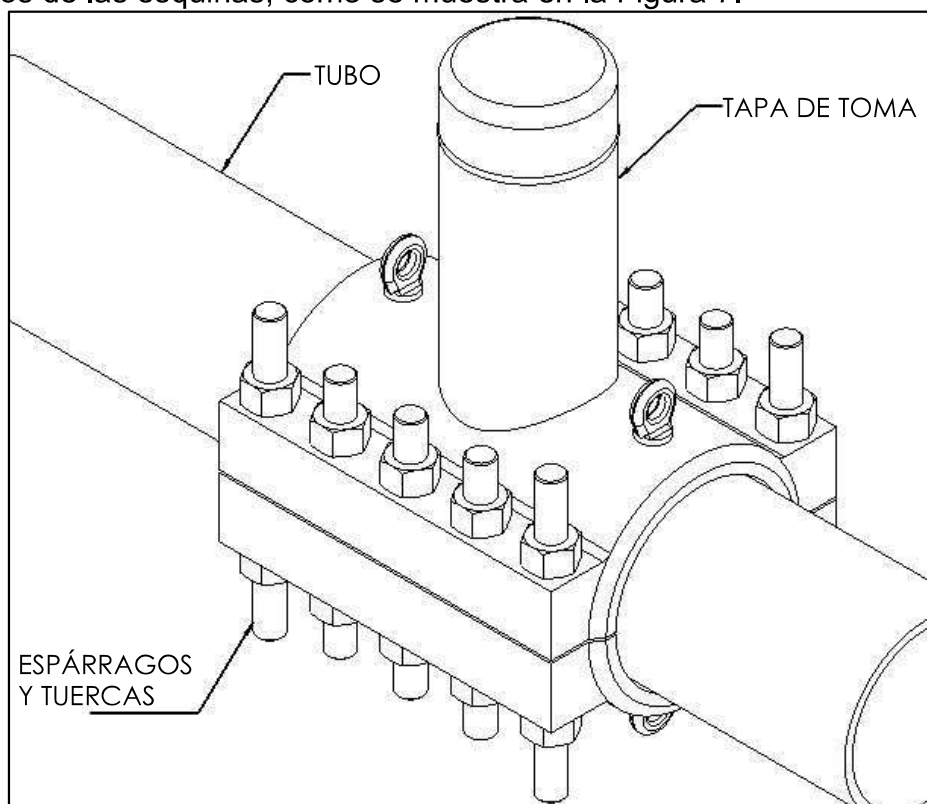
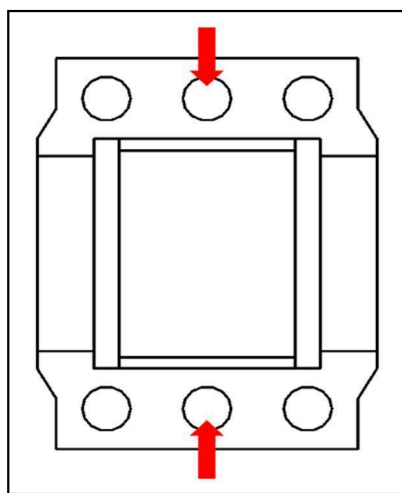
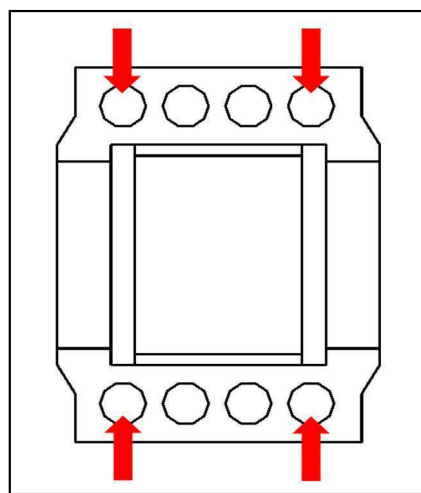

Figura 5
Figura 6
Figura 7
5. Instale los espárragos y las tuercas a través de los agujeros de la tapa de toma "Tap+Enclosure" como se muestra en la Figura 5. La mayoría de las tapas de toma "Tap+Enclosure" tendrán espárragos de dos longitudes diferentes. Los espárragos más largos se usan para ayudar a unir el accesorio. Asegúrese de que los espárragos más largos estén en los agujeros de pernos correctos. Las tapas de toma "PLIDCO Tap+Enclosure" con 3 agujeros por lado deben tener los espárragos más largos en los dos agujeros centrales, como se muestra en la Figura 6. Las tapas de toma "Tap+Enclosure" con más de 3 agujeros por lado deben tener los espárragos más largos en los cuatro agujeros de las esquinas, como se muestra en la Figura 7.